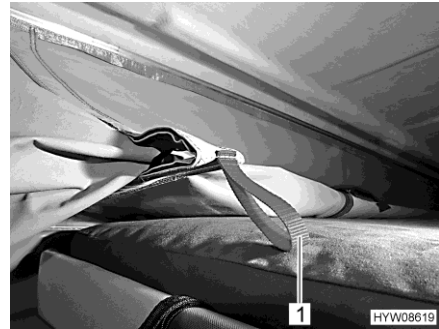

Bild 59 Indragningsanordning
- Dra tältduken inåt med hjälp av de röda remmarna (Bild 59,1) på indragningsanordningen.